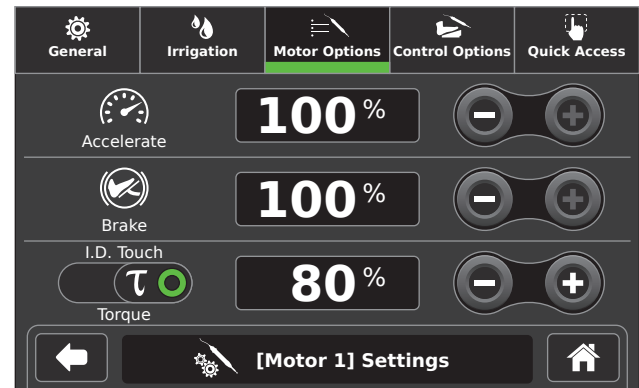

Figure 23 – Écran Options moteur
3. Ajuster les paramètres selon les besoins (Figure 23).